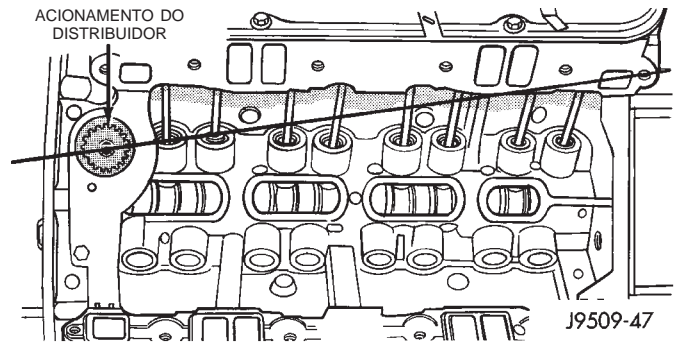

Fig. 46 Posição da Fenda do Eixo da Bomba de Óleo
- (1) Gire o eixo de manivelas até que o cilindro N°1 esteja no ponto morto superior no curso da ignição.
- (2) Quando nesta posição, a marca de regulagem do abafador de vibração deve estar sob "0" no indicador de regulagem.
- (3) Instale o eixo para que após a engrenagem se espiralar no lugar, ela indexe com o eixo da bomba de óleo. A fenda na parte superior do eixo da bomba de óleo deve ser alinhada em direção ao orifício do parafuso de fixação do coletor de admissão dianteiro esquerdo (Fig. 46).